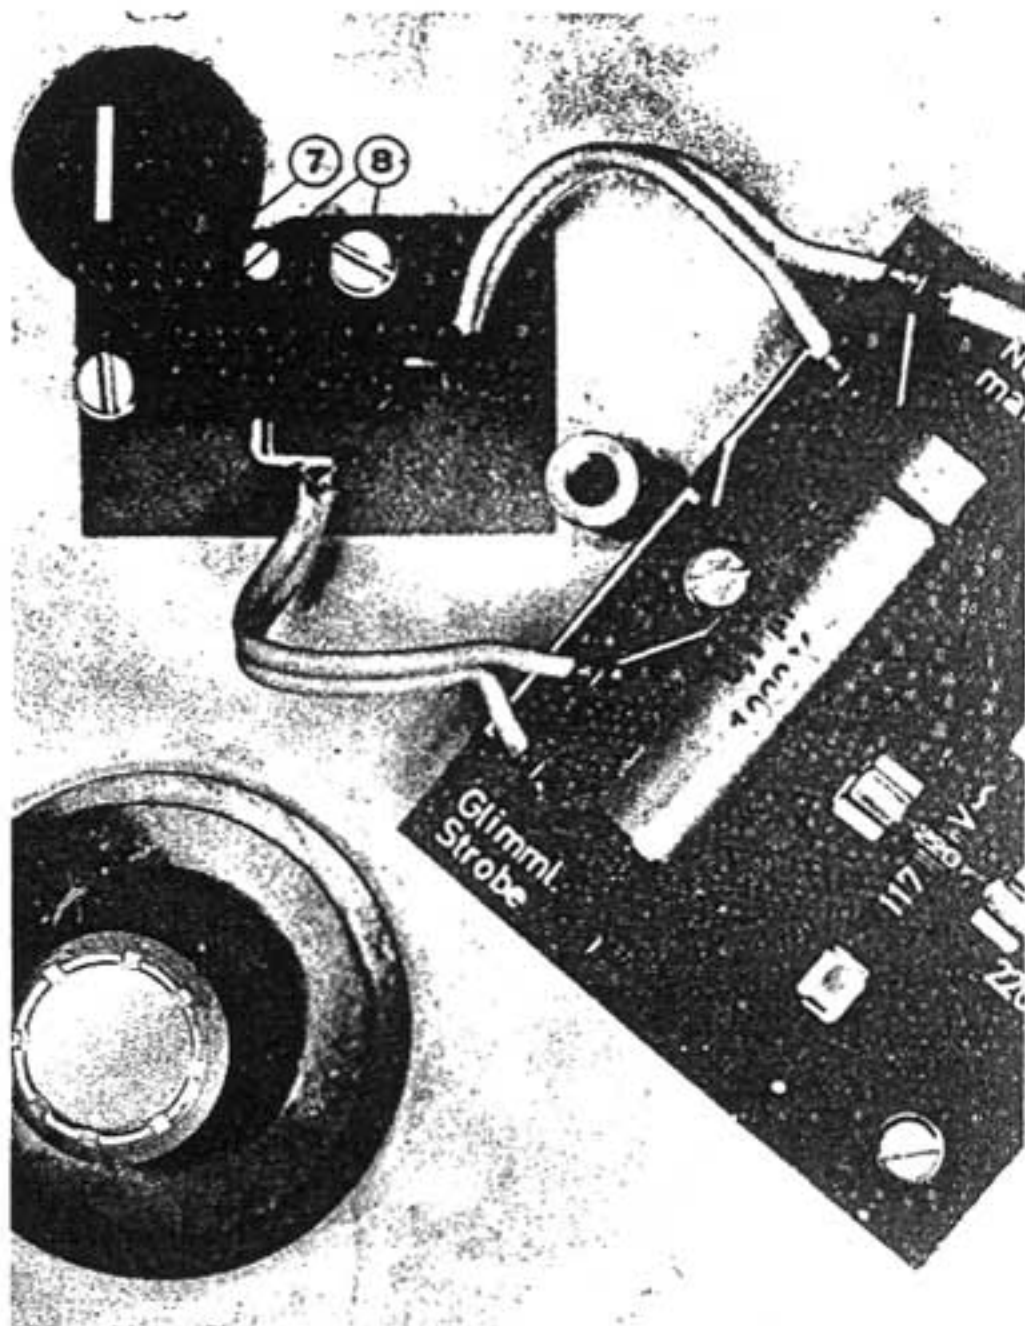

FIG. 5
The microswitch Fig. 5 (7) is attached by means of two 3 mm metrical screws Fig. 5 (8) which are screwed into a threaded plate behind the main chassis. After replacing the main switch it has to be adjusted in such a way that the switch lever positively actuates the switch.
Der Mikroswitch Bild 5 (7) wird von zwei M3 Schrauben gehalten, Bild 5 (8), die in eine bewegliche Gewindeplatte hinter dem Unterchassis geschraubt sind. Nach dem Auswechseln des Netzschalters muss er derart justiert werden, dass das Schaltgestänge ihn in den Endstellungen der Schiebetaste einwandfrei ein-, bzw. ausschaltet.